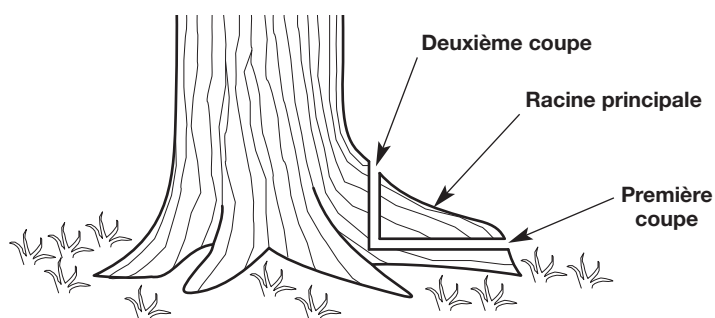

Fig. 8
1. Faites une coupe horizontale dans la racine principale (Fig. 8). Pour éviter que le guide-chaîne ne soit pincé par le poids du bois, faites toujours cette coupe en premier.
2. Faites une coupe verticale dans la racine principale (Fig. 8).